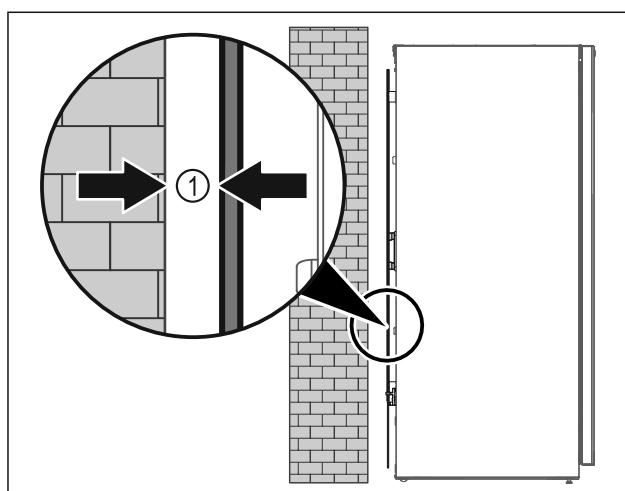

Fig. 8
- Instalați aparatul fie liber în încăpere sau direct la un perete cu o distanță minimă de 5 mm Fig. 8 (1).